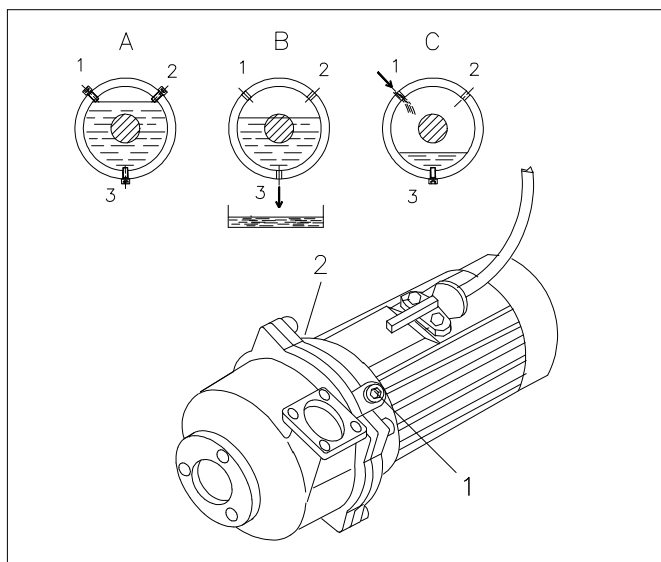

Fig. 7.8
Plaats de pomp horizontaal met de olieaftapplug (1) in de onderste stand (fig. 7.8 positie A).
Draai de pomp terug in de oorspronkelijke positie en vul het oliereservoir met nieuwe olie, tot het olieniveau zich juist onder het vulgat bevindt. (fig. 7.8 positie A).